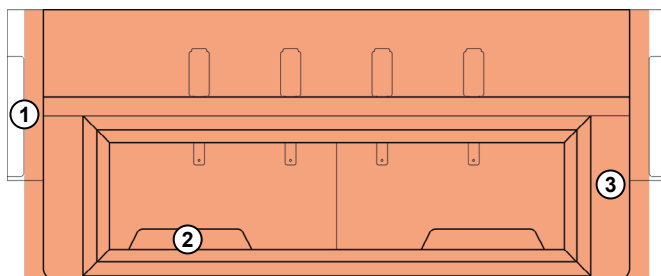
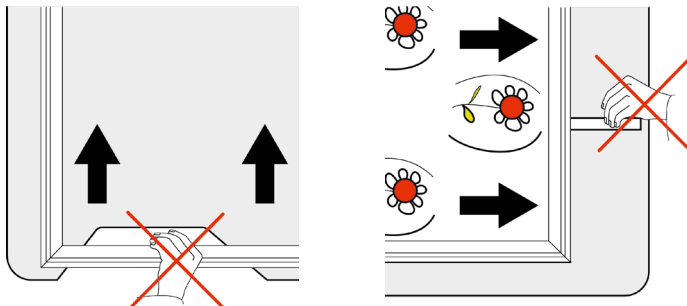

Figura 10: Área de trabalho do pantógrafo
Figura 11: Pontos de esmagamento no bastidor do pantógrafo
- Atenção! - Elevada velocidade de deslocamento do pantógrafo! Não se apoie ou encoste ao tampo da mesa ou aos desbastes do tampo da mesa na área de trabalho do pantógrafo! (Figura 10) Os movimentos rápidos do pantógrafo podem, em caso de contacto, causar contusões, esmagamentos e graves ferimentos! Ver (Figura 11).
Não toque nas partes interiores dos apoios **(1)**, nos desbastes do tampo da mesa **(2)** ou nas fendas de guia dos pantógrafos **(3)** -existe o perigo de ferimento. Ver também **(Figura 11)**.